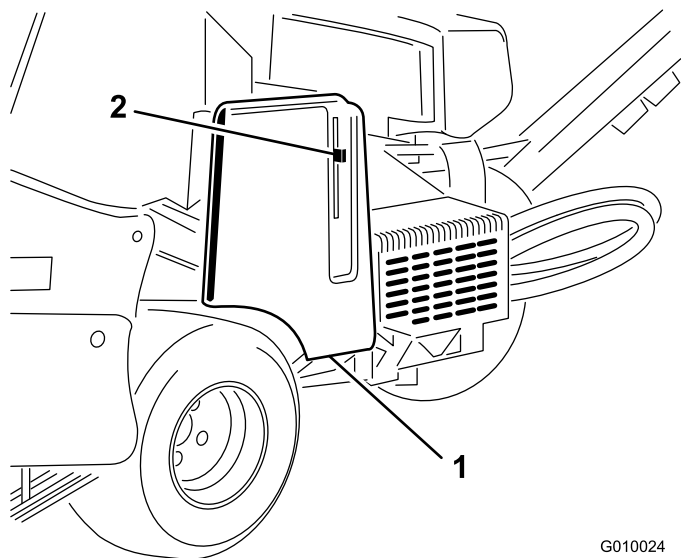
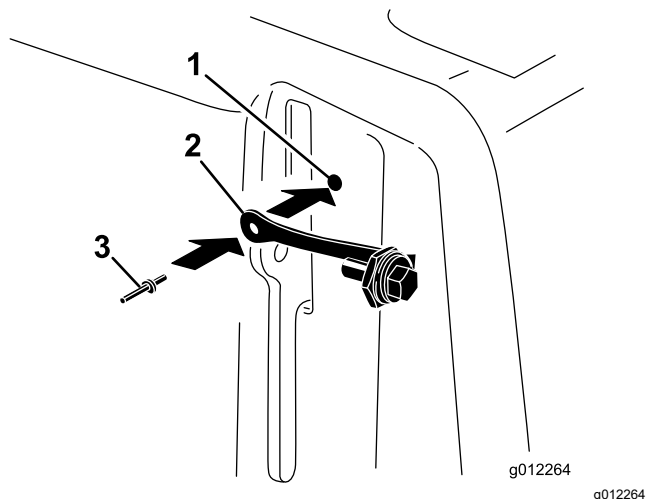

Figure 16
Figure 17
1. Localisez le trou dans le protège-courroies, près de la fente du levier de verrouillage (Figure 16 et Figure 17).
2. Fixez la sangle de sécurité dans le trou du protège-courroies avec un rivet aveugle (Figure 17).